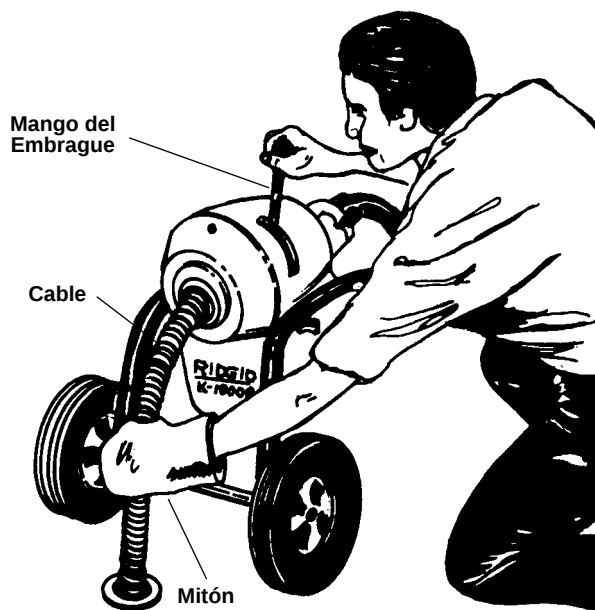

Figura 7 – Funcionamiento de la máquina para limpiar desagües
5. Con la mano que lleva el mitón, empuje sobre la parte superior del lazo y tire el mango del embrague hacia abajo con un movimiento repentino (*Figura 7*). La herramienta pasará por la trampilla con facilidad.
7. Suelte el embrague y repita el proceso hasta que se haya alcanzado la obstrucción o el cable. Agregue cables adicionales, uno por uno, según se necesite. (*Figura 7*)